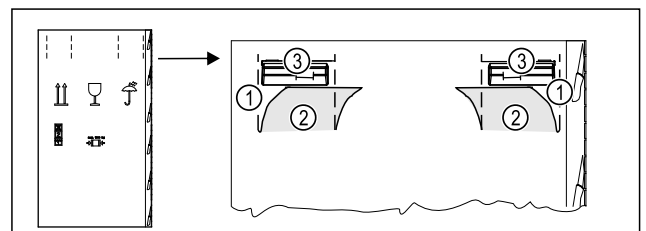

Fig. 3
- ▶ Vajutage pakenduskartong ülal perforatsiooni Fig. 3 (1) juures sisse.
- ▶ Tõmmake sissevajutatud aasad Fig. 3 (2) välja.
- ▶ Parema ja vasaka kande käepide Fig. 3 (3) on nähtavad.
- ▶ Hoidke seadet kande käepidemest Fig. 3 (3).